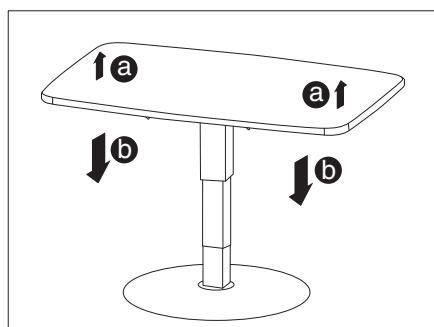

Fig. 53 Mesa elevadora
- Levantar brevemente el tablero de la mesa (Fig. 53,a) y, a continuación, presíñelo hacia abajo (Fig. 53,b) hasta alcanzar la altura deseada.